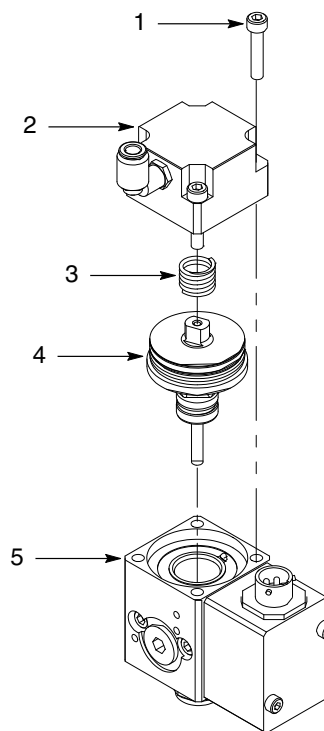

Рис. 8 Замена типового уплотнительного картриджа выпускного клапана
1. См. рис. 8. Вывернуть винты (1) крепления крышки пневмоцилиндра (2) на корпусе (5).
2. Снять пружину (3) с уплотнительного картриджа (4).